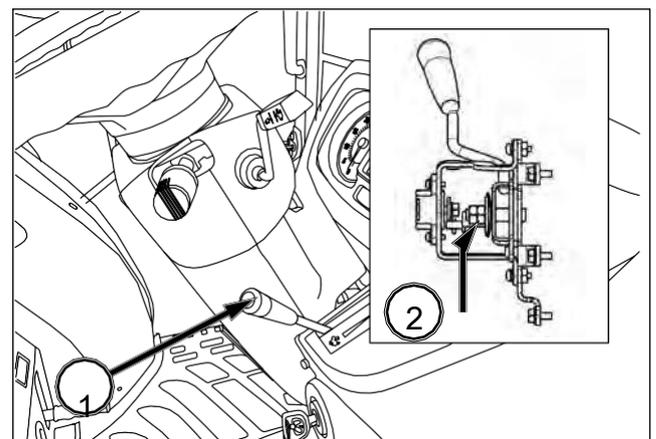

FIG. 221
FIG. 221: La palanca de aceleración (1) debe permanecer en la posición elegida por el conductor. Debido al uso normal, la fricción de la palanca disminuye, con lo que se puede quitar la posición seleccionada. Gire la tuerca de ajuste (2) si fuese necesario para mantener la palanca de aceleración en la posición elegida.